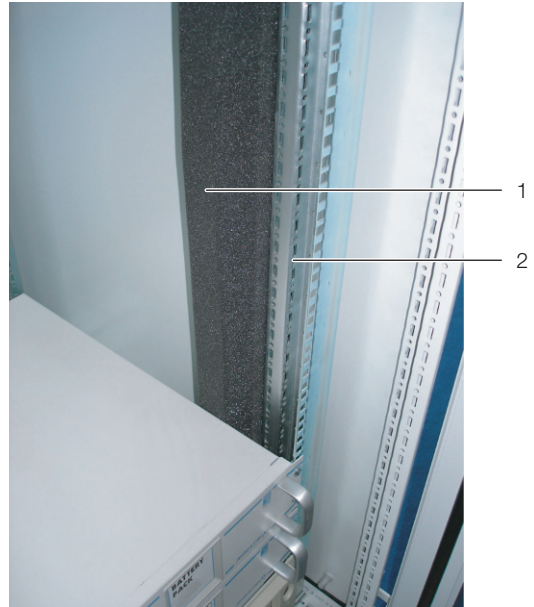

Abb. 14: Schaumstoffstreifen an einer Stütze des Serverracks
- Befestigen Sie den breiteren der beiden Schaumstoffstreifen (Best.-Nr. 3301.370 / 3301.320) aus dem Zubehör des LCP DX von außen an einer der vorderen Stützen des Serverracks (Abb. 14). Achten Sie darauf, dass Sie diesen Streifen auf der Seite des Serverschranks anbringen, auf der das LCP DX angereicht wird.
- **Wenn Sie das LCP DX nur an einer Seite anreihen:** Befestigen Sie den schmaleren (Best.-Nr. 3301.380 / 3301.390) der beiden Schaumstoffstreifen aus dem Zubehör des LCP DX von außen an einer der vorderen Stützen des Serverracks (Abb. 14). Achten Sie darauf, dass Sie diesen Streifen auf der Seite des Serverschranks anbringen, auf der der Schrank wieder mit einer Seitenwand verschlossen wird.